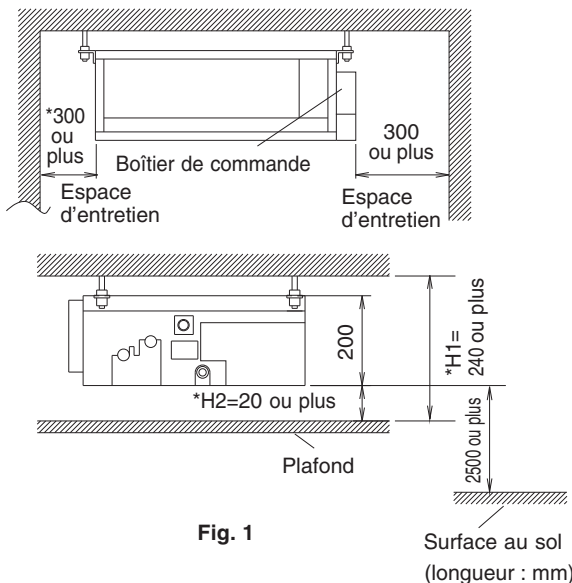

Fig. 1
- Où un espace suffisant pour l'entretien et les réparations est assuré. **(Reportez-vous à la Fig. 1)**